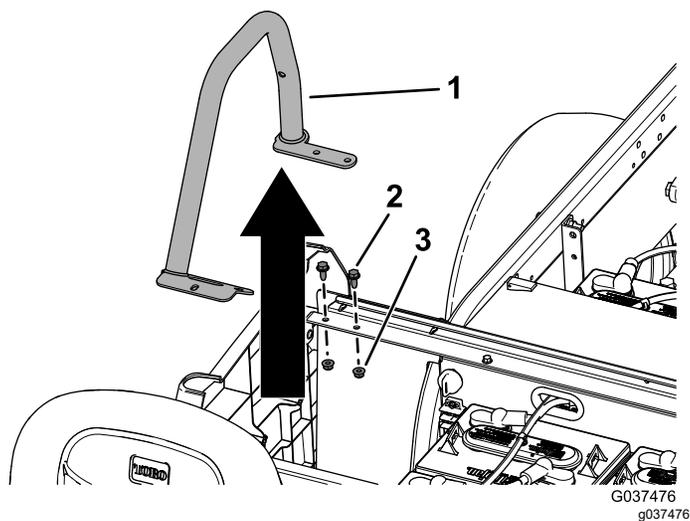

Figura 6
2. Retire os dois parafusos (5/16" x 3/4") e as duas porcas flangeadas (5/16") de cada apoio para o braço e retire os apoios para os braços (Figura 6).